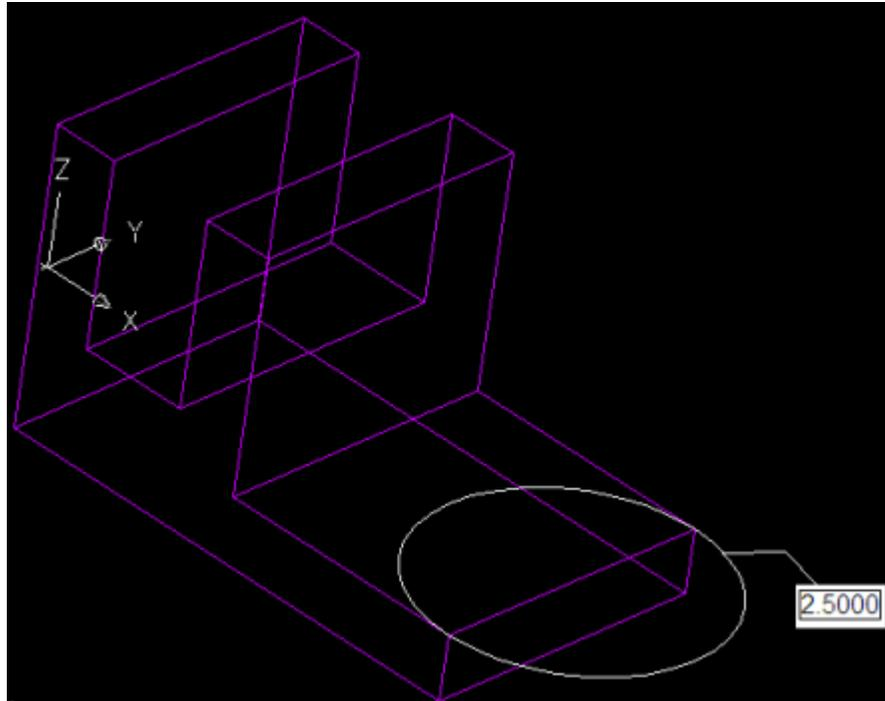

Figura 95
20. Convertimos el círculo en un archivo paramétrico y le agregamos dimensiones como lo hemos hecho ya en ocasiones anteriores; las dimensiones para el círculo deben quedar como 0 y 1.25 para la localización y 2.50 para el tamaño como se muestra en la figura 95.